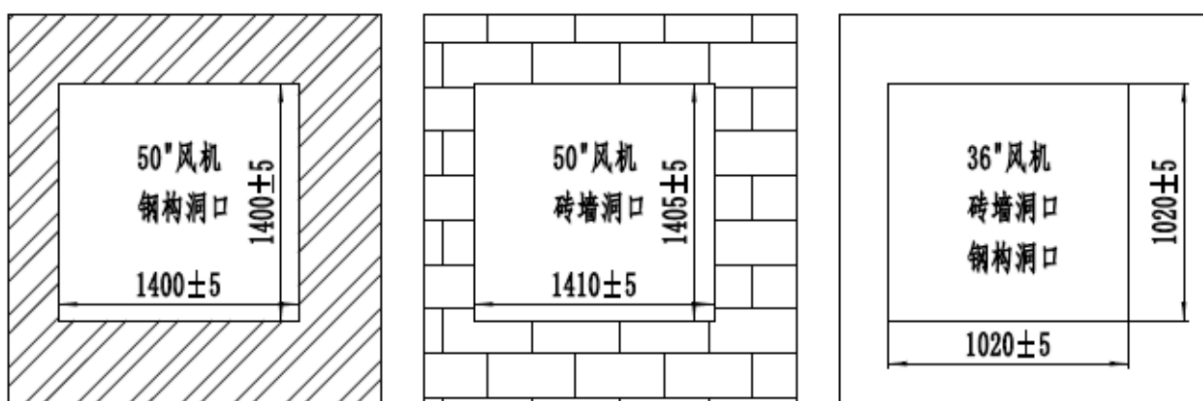

图1
- 2、墙壁预留洞口尺寸略大于风机外形尺寸，具体要求如图 1。